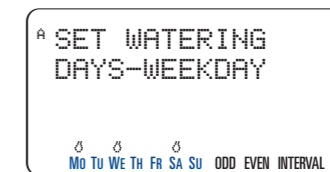

Figure 7: Selecting "Days of Week"
- **NEXT** (Weiter) drücken, bis der gewünschte Wochentag blinkt. **ENTER** (Eingabe) drücken, um den Tag auszuwählen. Bei den ausgewählten Tagen wird ein Tropfensymbol über dem Wochentag angezeigt. Damit fortfahren, bis alle gewünschten Tage ausgewählt sind. [Siehe Abbildung 7]